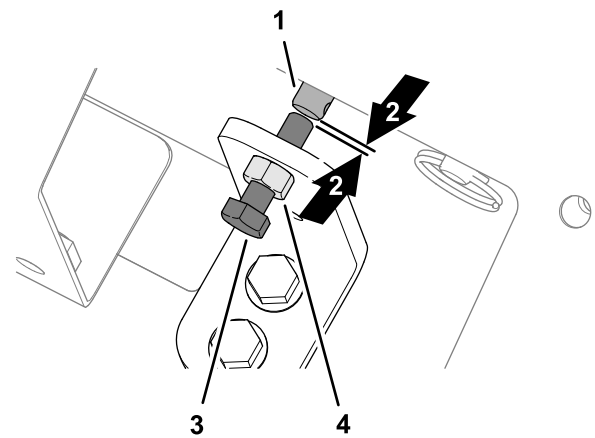

Figura 33
2. Gire el tornillo de cabeza hexagonal de la anulación de válvula en sentido antihorario hasta que vea un pequeño espacio entre el extremo del tornillo y el extremo del husillo del solenoides de velocidad del suelo (Figura 33).
3. Apriete la contratuerca (Figura 33).
1. Afloje la contratuerca en el soporte de anulación manual (Figura 33).